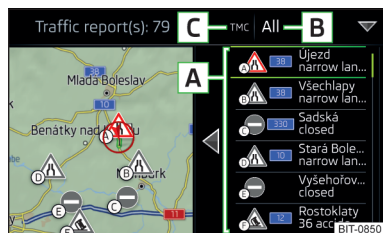

Fig. 203
En la lista de los boletines de tráfico, así como en el mapa se realiza la visualización de máximo 6 avisos, los cuales están previstos con una letra y el símbolo de una obstrucción del tráfico (p.ej. » fig. 203.
En la posición » fig. 203 pueden visualizarse los siguientes símbolos.
► **Si se realiza una guía al destino** - después de pulsar la superficie funcional » fig. 203 pueden seleccionarse **Todas las áreas** los boletines de tráfico, o pulsando la superficie funcional **Ruta**, sólo los boletines de tráfico que existen en la ruta, en el menú visualizado.